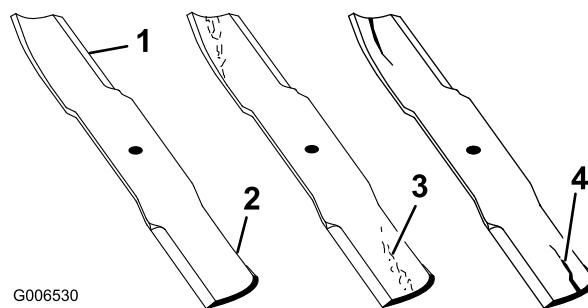

Figure 43
1. Examinez le tranchant des lames (Figure 43). Si elles ne sont pas tranchantes ou si elles présentent des indentations, déposez et affûtez les lames (voir Affûtage des lames).
2. Inspectez les lames, surtout la partie relevée (Figure 43). Remplacez immédiatement toute lame endommagée, usée ou qui présente une entaille (repère 3 de la Figure 43).